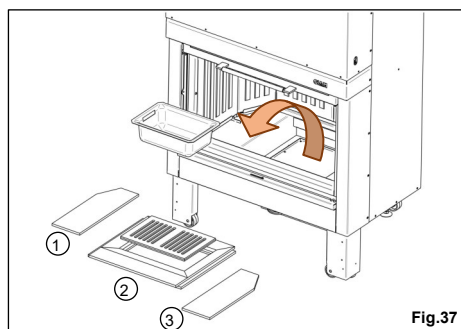

Fig.37
- **Fase 2-** Sollevare lo sportello saliscendi e rimuovere la griglia in ghisa; estrarre il cassetto dalla propria sede e rimuovere tutto il piano fuoco in ghisa nell'ordine dei numeri in Fig. 37.
- **Fase 3-** Tramite una chiave da 7 mm, togliere le dieci viti del coperchio in alluminio del vano ventilatore e rimuovere lo stesso (Fig.37).